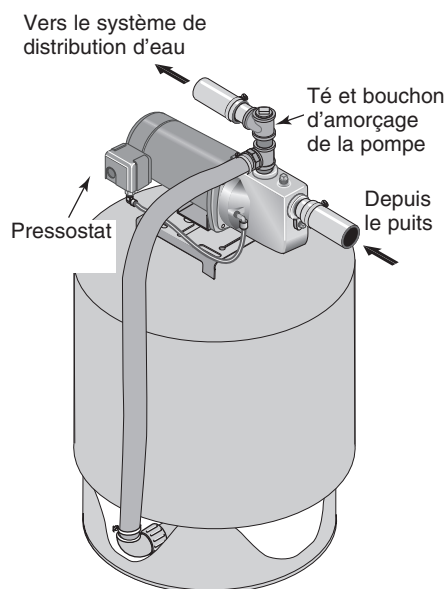

Figure 4 : Raccordement de réservoir préchargé
RACCORDEMENT D'UN RÉSERVOIR PRÉCHARGÉ (FIGURE 4)
- 1° Installer deux té dans l'orifice de refoulement de la pompe (voir Figure 4). Le tuyau doit être d'un diamètre aussi gros que celui de l'orifice de refoulement.